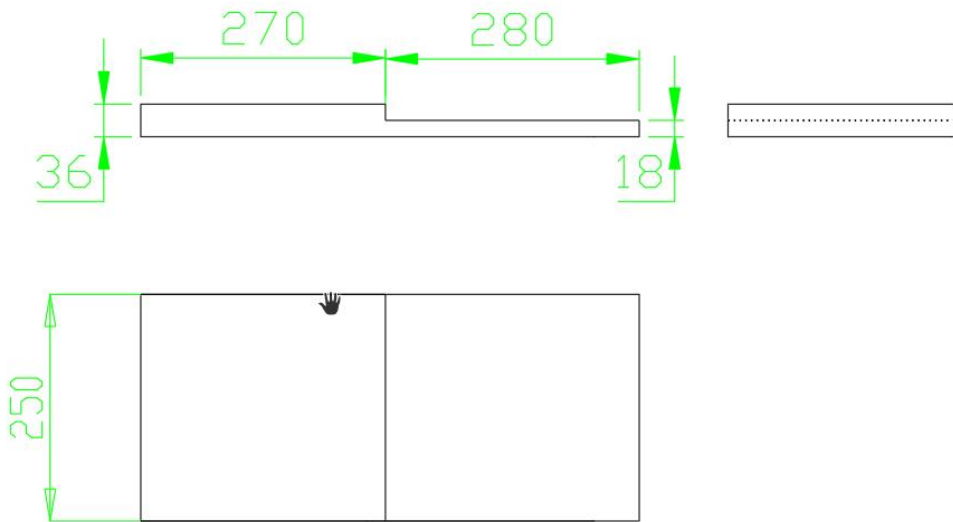

图 2 任务 2 物料目标区-领奖台
**特别说明：**任务 2 的物料目标区为颁奖台，分为季军、亚军和冠军物料目标区，季军目标区直接打印在图纸上，亚军和冠军目标区分别在高出地面 18mm 和 36mm 的台上，具体形状见图 2。